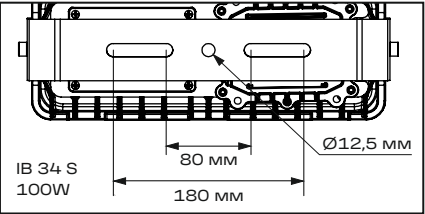
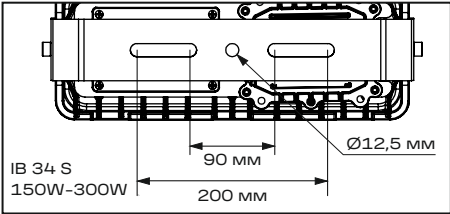

Рис. 1
Рис. 2
- 5.12 Подготовьте отверстия для винтов в потолке в соответствии с размерами монтажной скобы типа лира (рис. 1 и рис. 2), после чего надежно закрепите осветительный прибор на потолке.